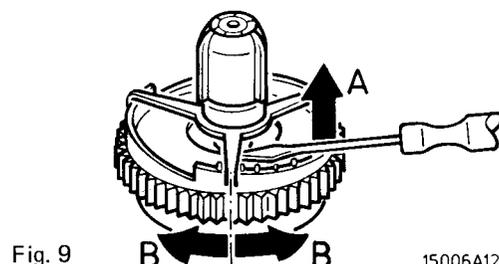

Fig. 9
- Die Aufwickelfriktion muss 40-55 grcm betragen, sie ist durch Drehen der Druckfeder auf der Aufwickelfriktion einstellbar (Abb. 9). (Jeder Schritt entspricht etwa 10 grcm).